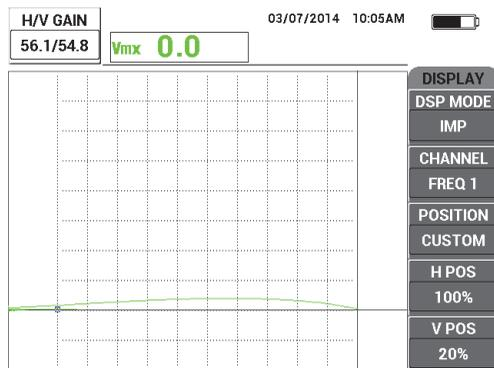

Рис. 5-42 Уменьшение значения УСИЛ. для настройки сигнала
- Установите все четыре диска (общей толщиной 2 мм или 0,5 мм каждый) на образец. Затем, сильно прижимая преобразователь к шайбам, нажмите клавишу GAIN (**dB**), чтобы уменьшить усиление до тех пор, пока точка не достигнет крайней левой ячейки 10 × 10 (0 % горизонт.) [см. Рис. 5-42 на стр. 166].